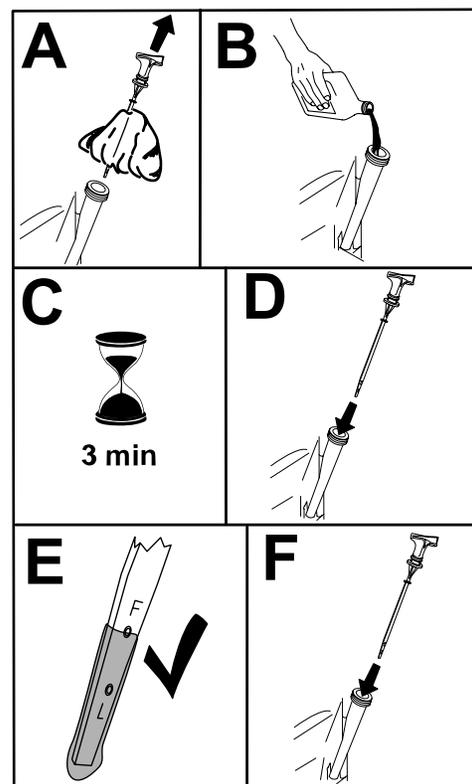

Figura 27
- Vierta lentamente un 80% aproximadamente de la cantidad especificada de aceite por el tubo de llenado (Figura 27).